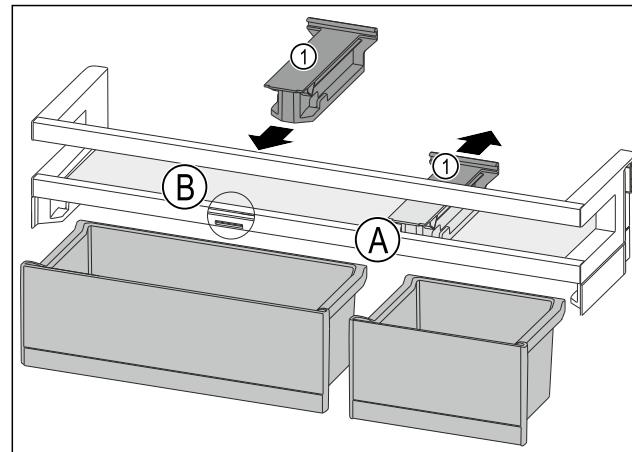

Fig. 93
- Halteteil Fig. 93 (1) in Position Fig. 93 (A) nach hinten abziehen.
- Halteteil Fig. 93 (1) in Position Fig. 93 (B) einsetzen.